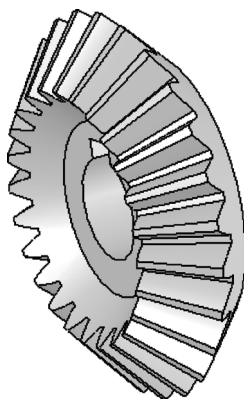

图 8-74 切除拉伸实体
**03** 切除拉伸实体。选择菜单栏中的“插入”→“切除”→“拉伸”命令，或单击“特征”控制面板中的“拉伸切除”按钮，在弹出的“切除-拉伸”属性管理器中，设置切除终止条件为“完全贯穿”，然后单击“确定”按钮，生成的锥齿轮如图 8-74 所示。